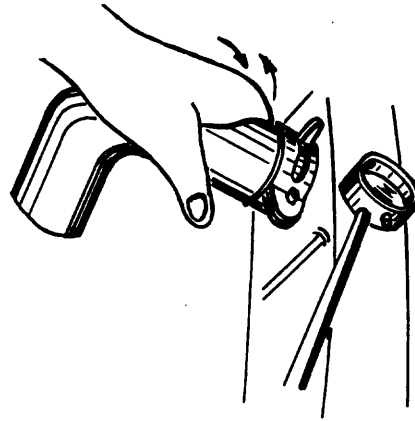

Fig. 4
- ___ b Remueva y retire las mangueras (fig. 4).